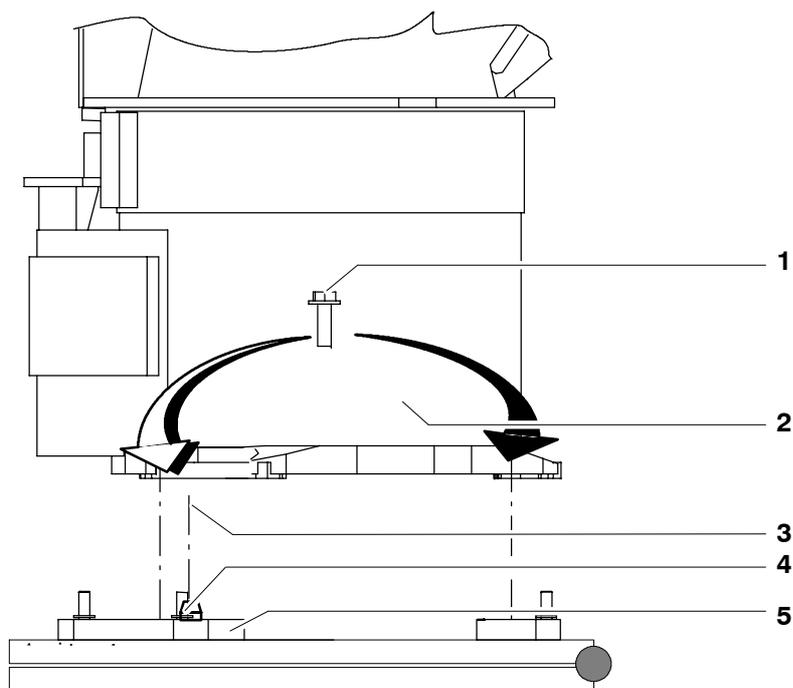

Fig. 65 Fixation du robot sur la fondation d'acier basculable (console)
- (3) Poser le robot (Fig. 65/2) verticalement sur la fondation d'acier basculable (5) placée à l'horizontale (0°). Si le robot est posé à l'aide d'un dispositif de levage, il est impératif qu'il soit exactement à la verticale pour empêcher un endommagement des boulons d'appui.